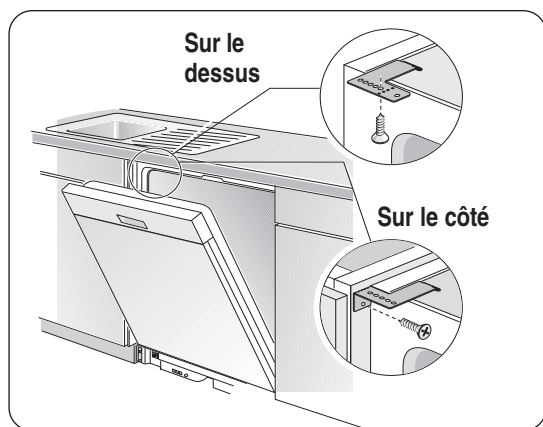

Figure 21
- 1 Insérer les vis de fixation dans les trous des fixations, comme à la **figure 21** pour l'installation sur le dessus ou sur le côté.